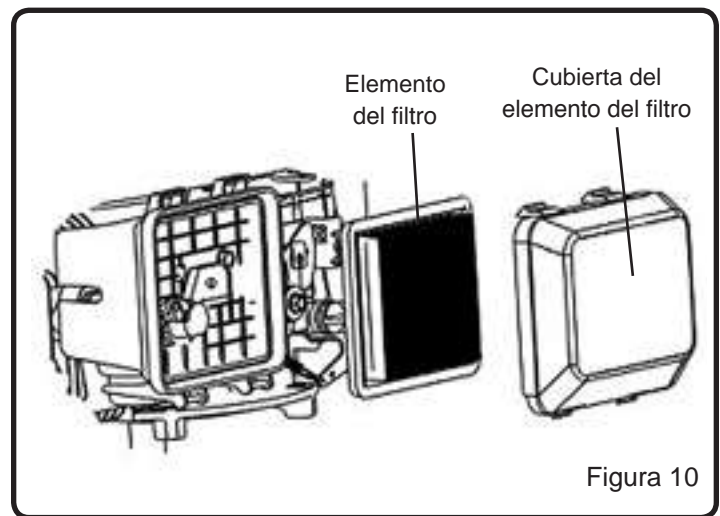

Figura 10
1. Retirar la cubierta del filtro de aire; cuidadosamente retirar el elemento del filtro. (Véase la figura 10).